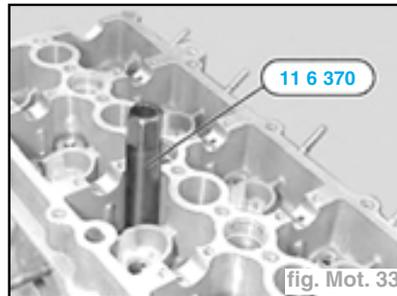

fig. Mot. 33
- Extraire l'outil avec le joint (fig. Mot. 33).